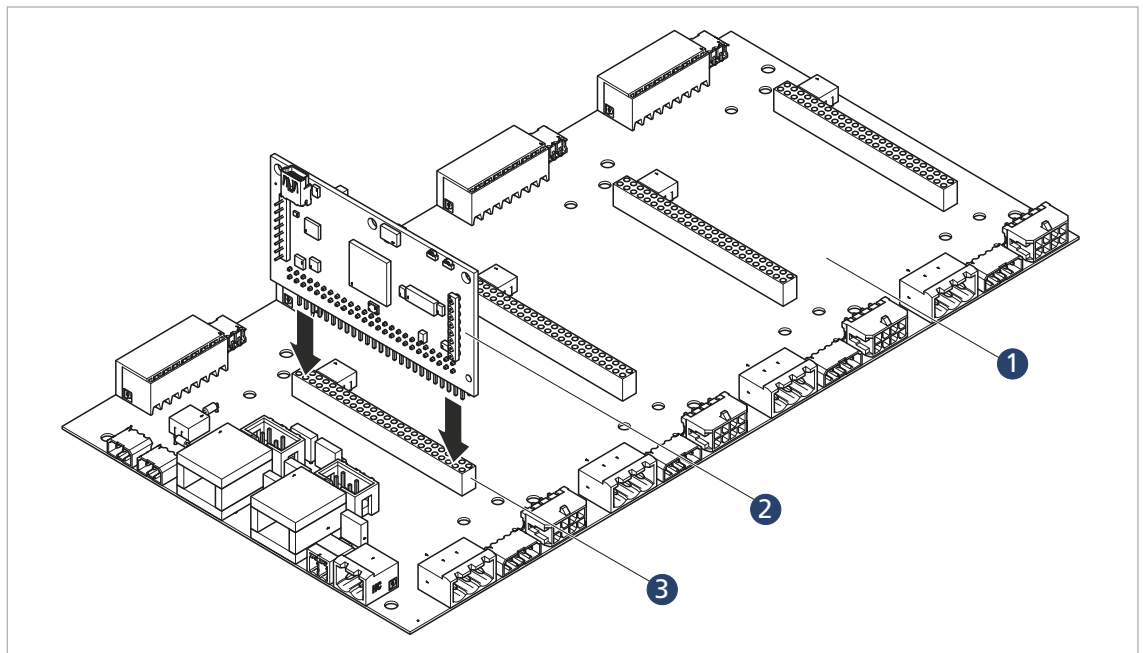

图 10: 驱动器电路板的安装
- ▶ 按照图 10 的示意进行安装。
- ▶ 将驱动器电路板 (2) 插入母板 (1) 上的插槽 (3)。